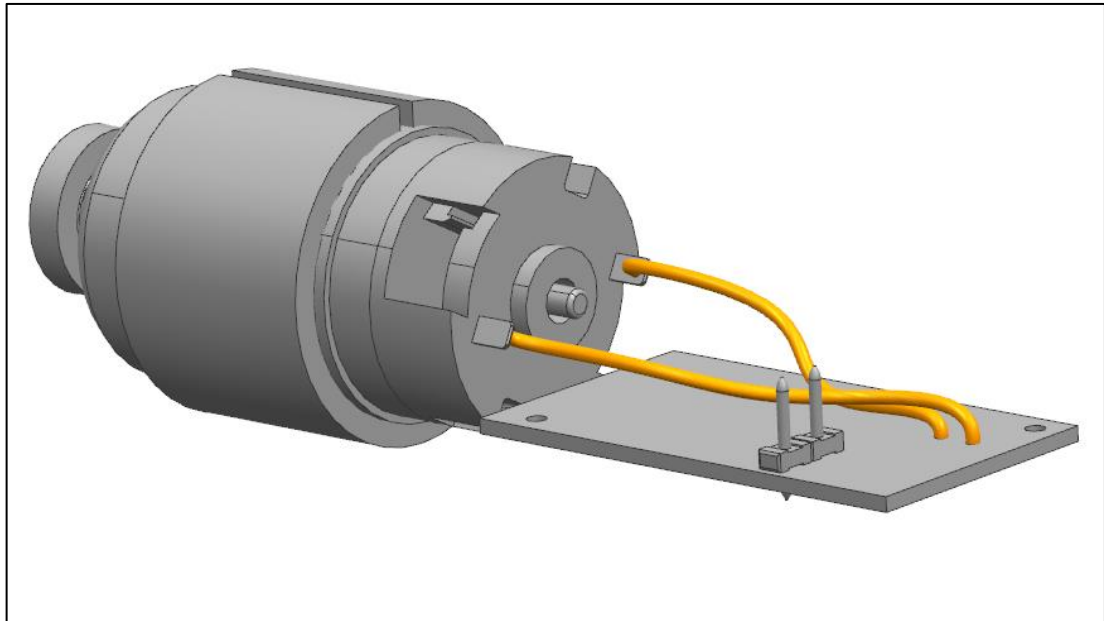

Abb. 27
a) Löten Sie die Platine an den Motor an (Abb. 27).